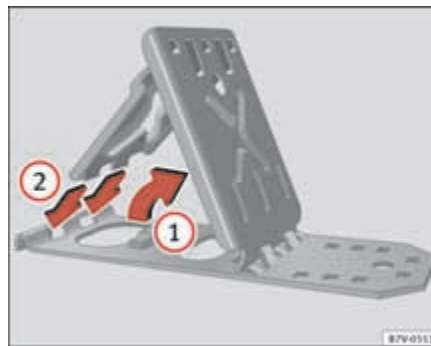

Fig. 208 Desplegar los calzos plegables.
- Levante la placa de apoyo ⇒ fig. 208 ①.